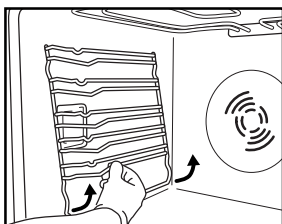

Fig. 3
1. Déposez les grilles porte-accessoires latérales (Fig. 3).
2. Déposez les grilles porte-accessoires latérales, si elles sont présentes (Fig. 3).